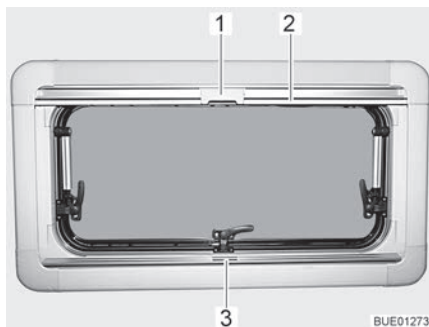
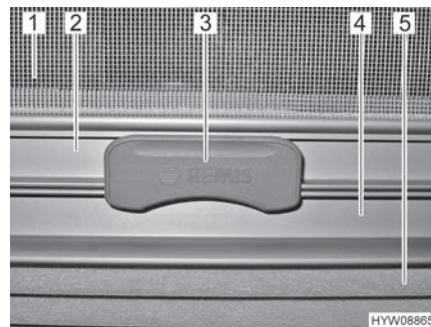

Bild 43 Överkantshängt fönster
Bild 44 Spärr
Plisségardin Plisségardinen (Bild 44,5) finns i den nedre rullgardinskassetten.
Stänga: ■ Ta tag i mitten på plisségardinens list (Bild 43,3 och Bild 44,4) och drag den nerifrån och uppåt och släpp den vid önskad höjd. Plisségardinen stannar på denna höjd.
Insektsnät Insektsnätet (Bild 44,1) finns i den övre rullgardinskassetten.
Stänga: ■ Drag, med listen (Bild 43,2 och Bild 44,2), ner insektsnätet tills listen stöter mot plisségardinen (Bild 44,4).
■ Lås fast insektsnätets spärr (Bild 43,1 och Bild 44,3) på plisségardinens list. När spärren är låst, kan plisségardinen och insektsnätet justeras samtidigt.
Öppna: ■ Tryck spärren (Bild 44,3) på insektsnätet uppåt.
■ För långsamt tillbaka insektsnätet med listen (Bild 43,2).